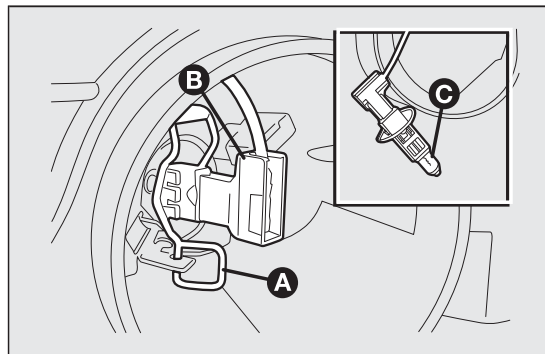

fig. 140
- ☐ desenganchar la ballestilla de sujeción de la lámpara A fig. 140;